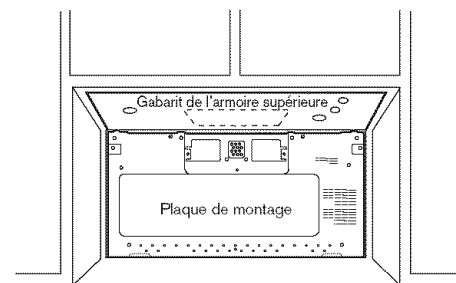

Figure 23
4. Centrer la plaque de montage dans l'aire de montage sur le mur en alignant la ligne verticale centrale à l'équerre avec la ligne centrale de la plaque de montage. Il faut une largeur minimum de 30 po (760 mm) et que le haut de la plaque soit à au moins 30 po (760 mm) de la surface de cuisson. Voir Figure 23.
5. Mesurer le fond du cadre de l'armoire supérieure. Découper les rebords A, B et C du gabarit de l'armoire supérieure afin que le gabarit puisse être placé sous le fond de l'armoire. Si l'armoire à un cadre renforcé, découper le gabarit afin qu'il s'ajuste à la section renforcée. Aligner la ligne centrale du gabarit avec la ligne centrale de la plaque de montage. Fixer ensuite le gabarit solidement avec du ruban adhésif ou des punaises. Voir la Figure 23.